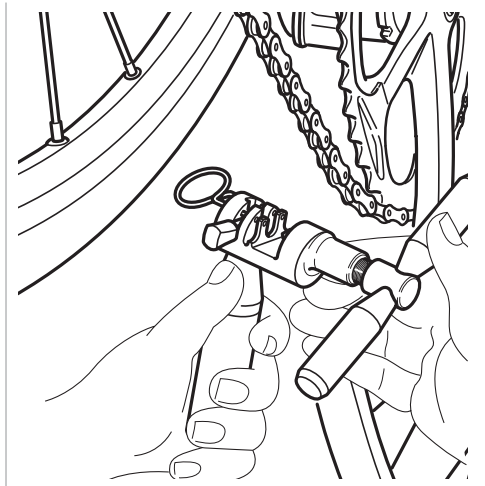

Abb.18
- Setzen Sie das Werkzeug **UT-CN400 (12s) / UT-CN300 (11s / 12s)** wie in Abb. 18 angegeben an (von der Außenseite der Kette her nach Innen).